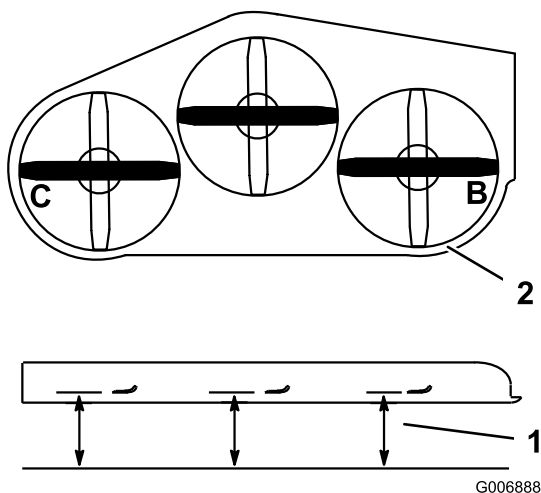

Figura 89
4. Mida en las posiciones **B** y **C** desde una superficie nivelada hasta el filo de corte de los extremos de las cuchillas (Figura 89).